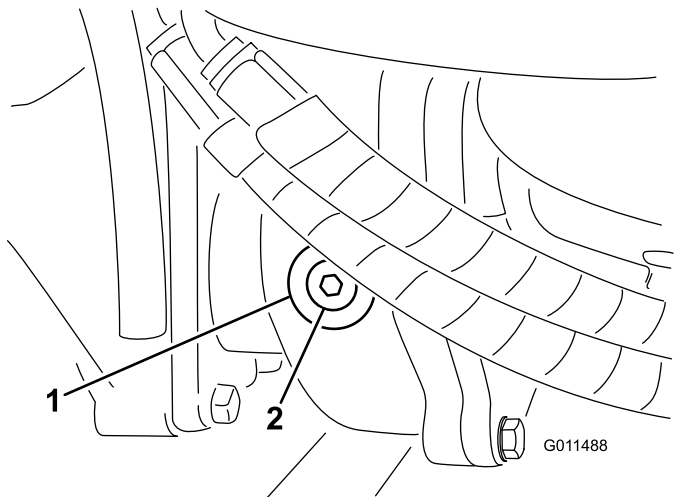

Figura 108
- Togliete il tappo di controllo/riempimento dal lato sinistro del riduttore e verificate che il lubrificante raggiunge la base del foro (Figura 108).